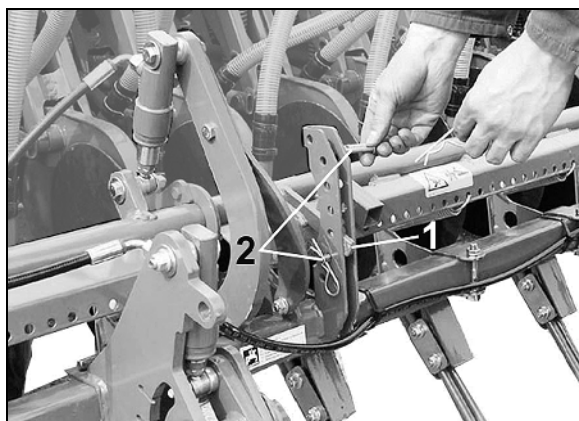

Bild 96
3. Sätt i var och en av bultarna (Bild 96/2) under- eller ovanför spaken i justersegmentet och säkra dem med fjädersprintar.